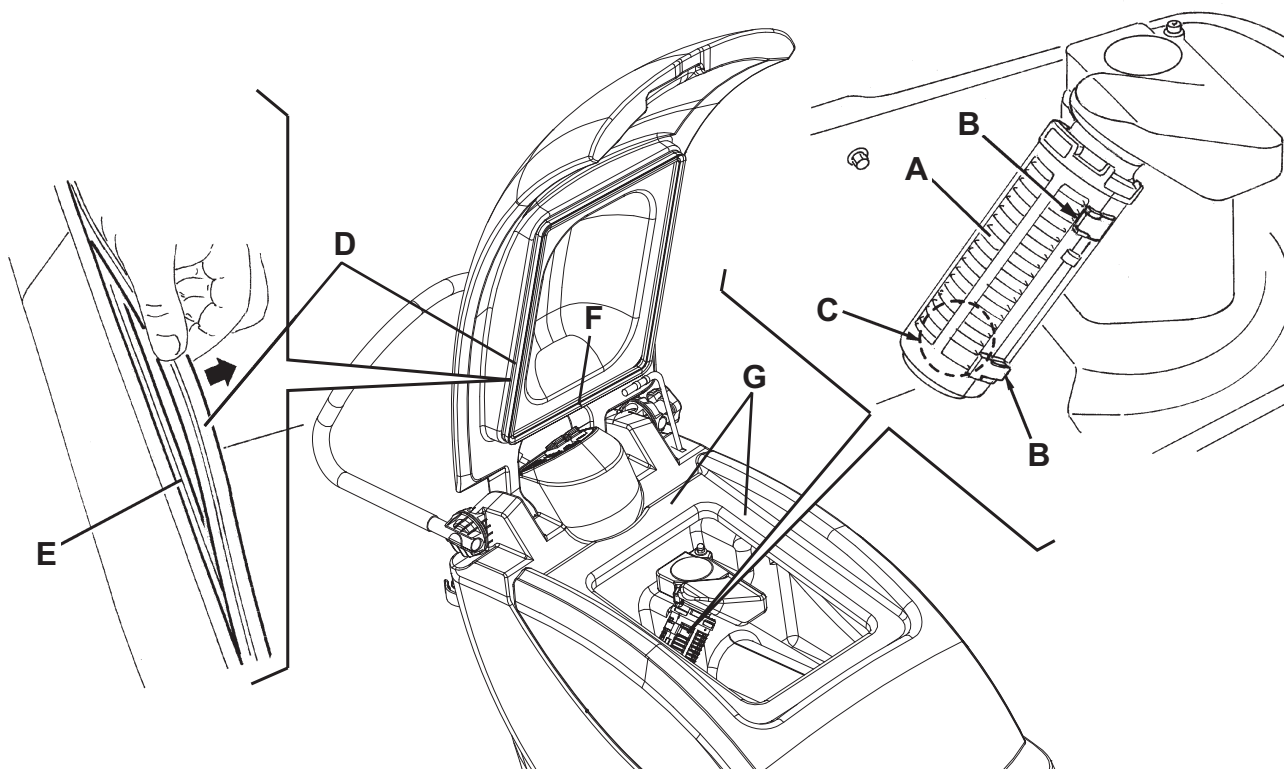

Figure 7
3. Ouvrir le couvercle (6), nettoyer et laver à l'eau propre le couvercle, les réservoirs (31 et 32) et la grille d'aspiration (46). Vider l'eau des réservoirs à l'aide du tuyau de vidange (16) et de la soupape (18).
4. Si besoin est, dégager les dispositifs de retenue (B, Fig. 7), ouvrir la grille (A), récupérer le flotteur (C) et nettoyer soigneusement ; enfin reposer en place.
5. Contrôler l'intégrité du joint d'étanchéité (D) du couvercle du réservoir de l'eau de récupération.